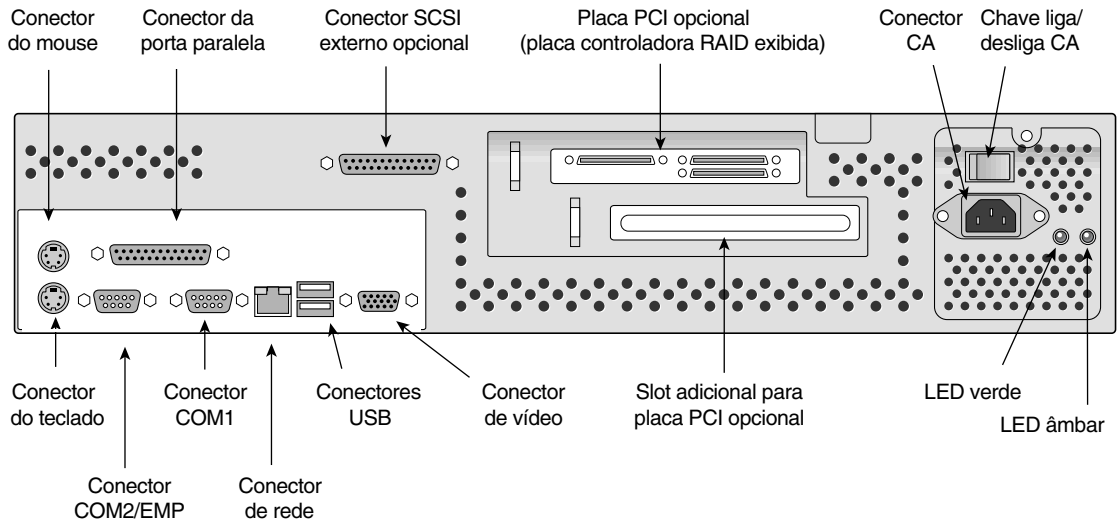

Figura 2 Controles e conectores traseiros do servidor SGI 1200
6. Conecte qualquer um dos periféricos comuns a seguir que você pretenda usar aos conectores mostrados na Figura 2: